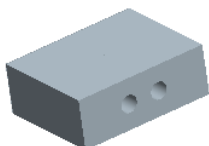

图 15.33 着色后的部分体积块
Step7. 系统弹出“属性”对话框，在该对话框中单击 **着色** 按钮，着色后的体积块如图 15.33 所示。然后在对话框中输入名称 BODY_VOL，单击 **确定** 按钮。